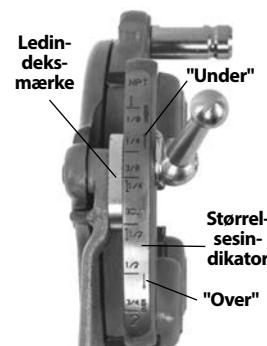

Figur 8 – Indsættelse af bakker
4. Løft spændeskivens tunge ud af åbningen i størrelsesindikatoren. Flyt spændeskiven til enden af rillen (Figur 8).
6. Indsæt de korrekte bakker i skærehovedet med den nummererede kant opad, indtil indikatorlinjen flugter med skærehovedets kant (se Figur 8). Numrene på bakkerne skal svare til numrene på gevindskærehovedåbningerne. Udsift altid bakkerne i sæt – undgå at blande bakker fra forskellige sæt.